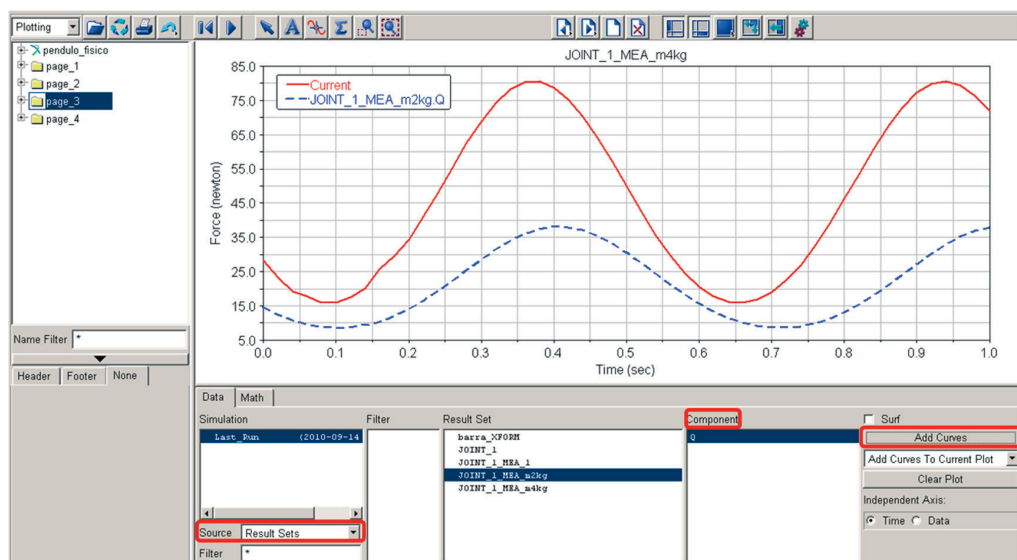

Figura 2.15 – Variação da força no vínculo ao longo de um período de oscilação de 1,0 s considerando as massas das barras iguais a 2,0 e 4,0 kg.
- Na caixa de diálogo *Source* → *Result Sets*, localizada no canto inferior esquerdo da tela do ADAMS/PostProcessor, selecione a outra curva de interesse, neste caso a *JOINT\_1\_MEA\_m2kg*, Figura 2.15.
- Na caixa de diálogo *Component*, parte inferior da tela do ADAMS/PostProcessor, selecione a variável de interesse, neste caso a variável Q (Força). Clique em *Add Curves*, aba no canto inferior direito da tela do ADAMS/PostProcessor, Figura 2.15.
Da Figura 2.15 e Tabela 2.2 percebe-se que no caso 2 as forças resultantes ao longo da trajetória no ponto “O” (apoio) são sempre superiores que as obtidas no caso 1. Contudo, em alguns pontos, a razão entre elas varia. Por exemplo, em  $x = 0$  este fator é de aproximadamente 2,0, mas em  $x = 0,88\text{ s}$  essa razão passa a ser 3,0. Isto se deve a diferenças no valor das forças componentes normal e